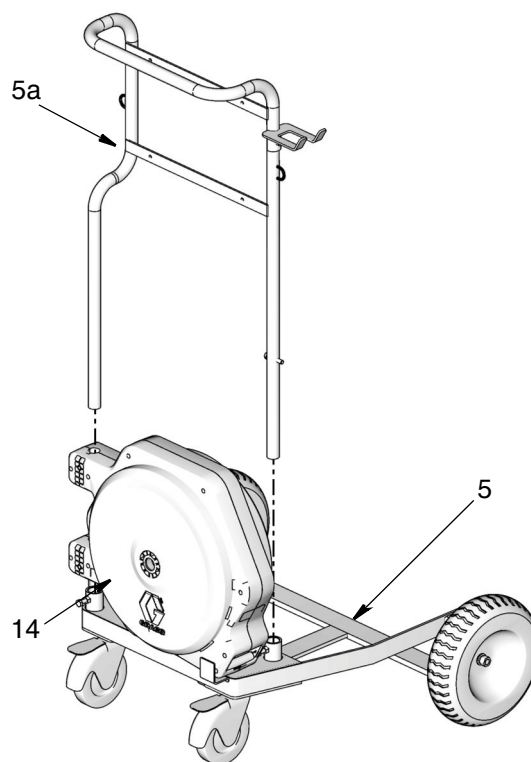

Рис. 29
1. Поставьте шланговый барабан (14) на раму тележки (5), как показано на Рис. 29.
2. Установите сборочный узел ручки (5а) на раму тележки (а), как показано на Рис. 29.